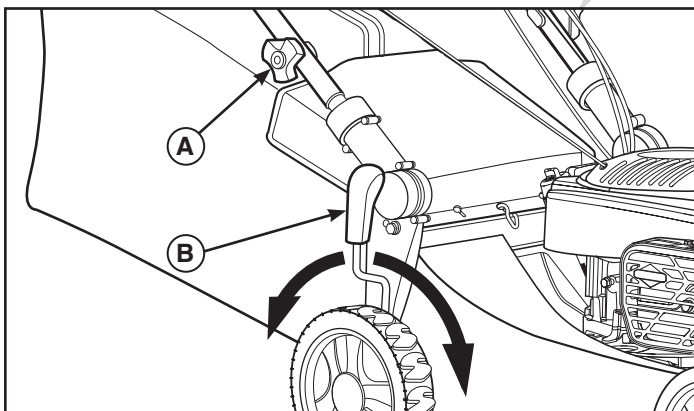

Figure 8
1. Tirez le levier (B, Figure 8) en l'éloignant de la patte de verrouillage.